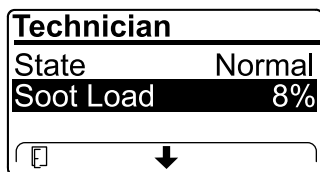

Рисунок 41
- Посмотрите объем сажи, измеряемый в виде процентов в DPF (Рисунок 41); см. таблицу объема сажи.